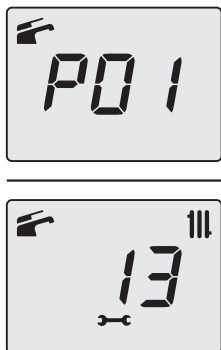

Figura 9.32
- Premere per 1 sec. il tasto 13 (Figura 9.28) per entrare nel parametro selezionato. Il display visualizzerà quanto segue (**11**=IDROCOND 16-16 HS, **13**=IDROCOND 20-25 HS o **15**=IDROCOND 30-35 HS) (Figura 9.32).